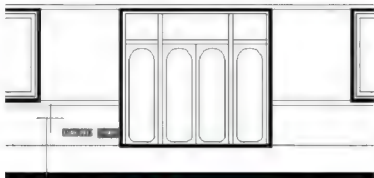

图 4.63 确定台阶的起点
(2) 立面台阶的尺寸：踏高为 150mm，踏宽为 300mm，平台的长度为 1200mm。
(3) 启动绘图【多段线】命令（快捷键 PL）。
① 在指定起点：提示下，输入 “@ -1500, -600” 后按 Enter 键，指定直线起点为距离相对坐标基点水平向左 1500mm、垂直向下 600mm 处，结果如图 4.63 所示。